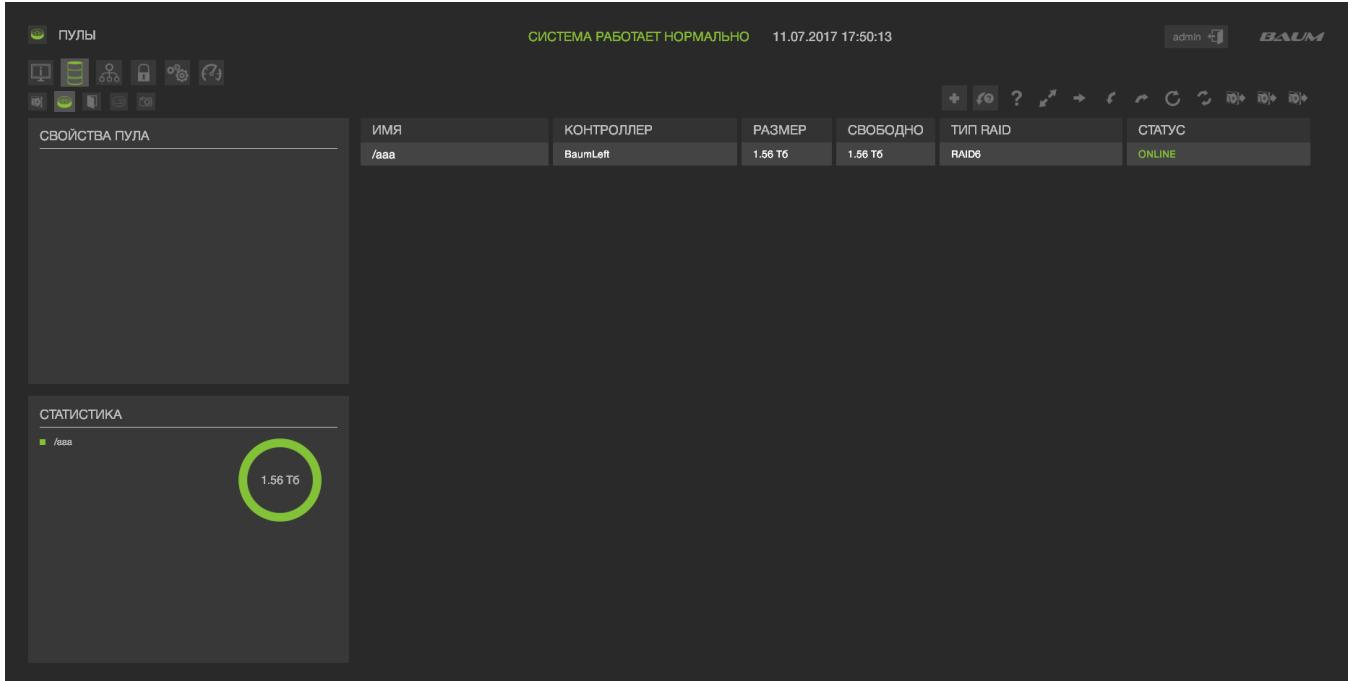

Рисунок 27 - Создание пула
- 1) Перейти на вкладку «Дисковое пространство» → «Пулы» (см. Рисунок 27).
- 7) Нажать на кнопку «Создать». Появится созданный массив (см. Рисунок 27).